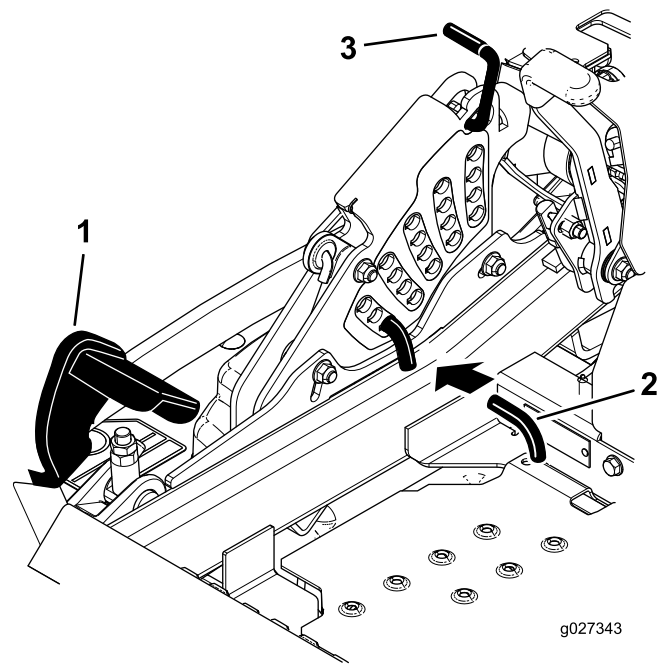

Bild 87
5. Treten Sie das Mähwerkhubpedal ganz durch; das Mähwerk rastet in der 14-cm-Transportstellung ein (Bild 87).